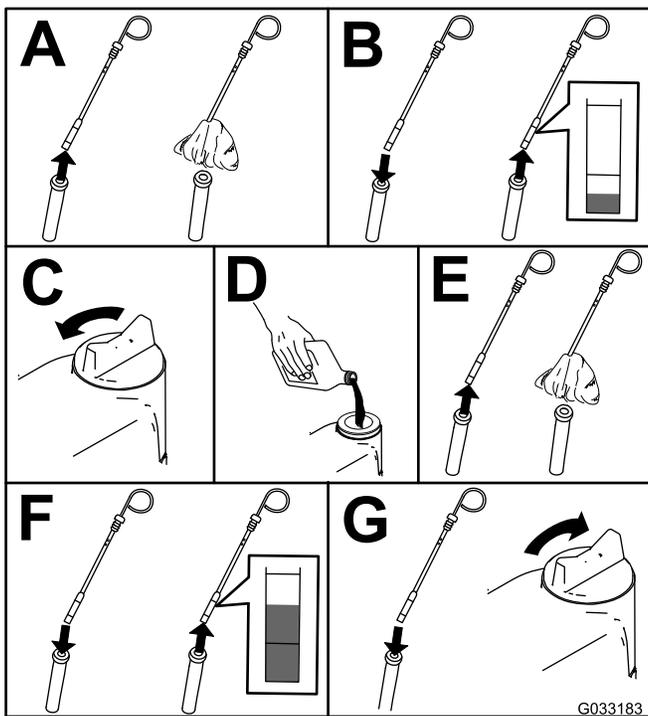

Figura 49
2. Controllate il livello dell'olio motore (Figura 49).